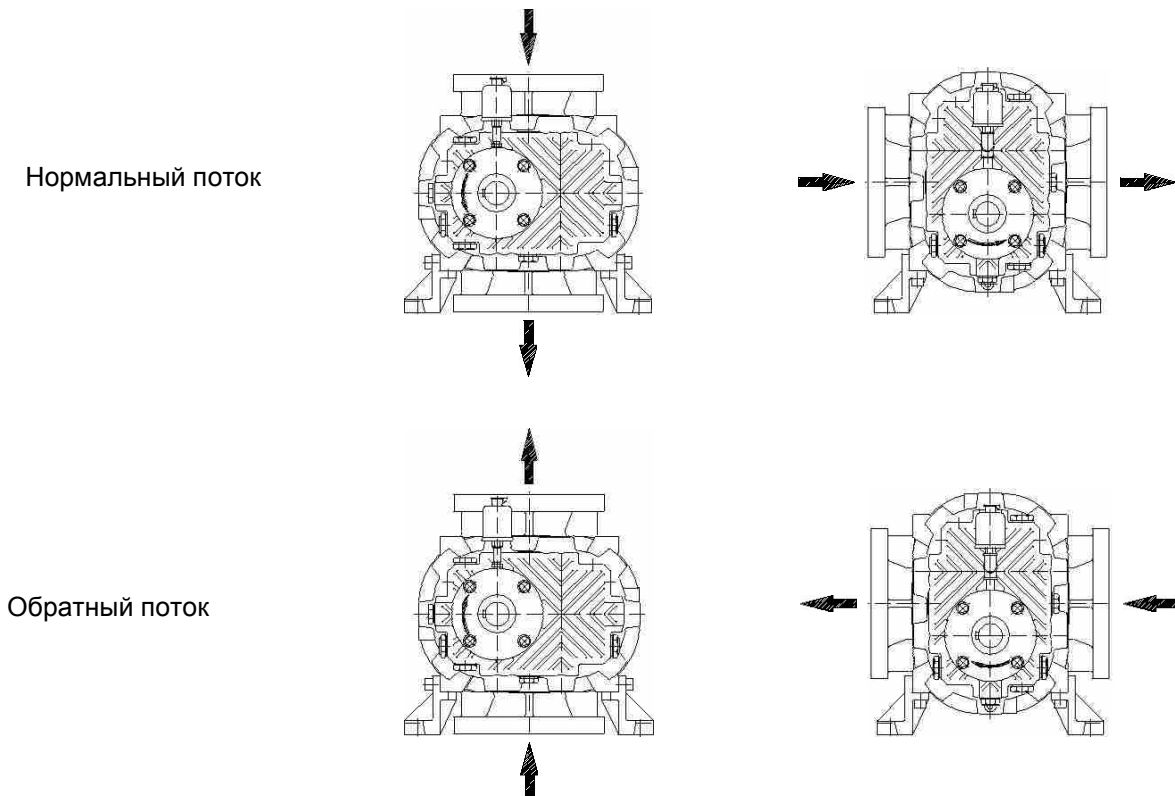

Рис. 5
**⚠ Внимание: Не пользуйтесь насосом, если направление вращения или направление потока не соответствуют направлениям, показанным на рис. 5.**